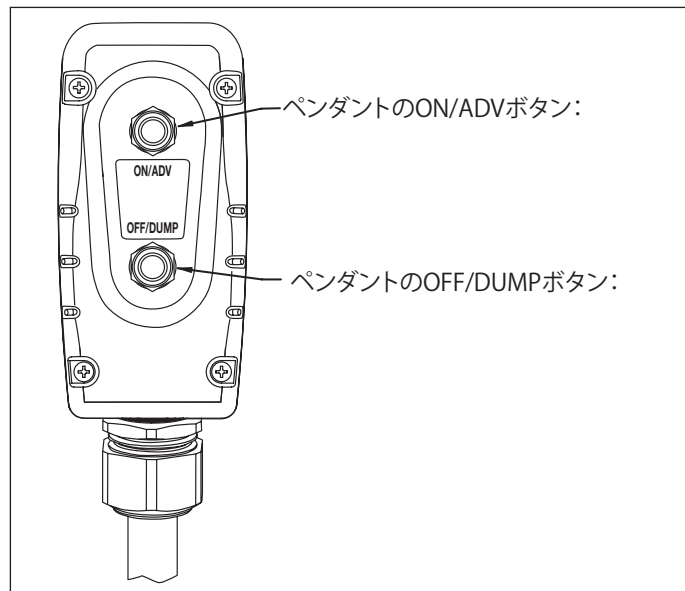

図7 ペンダントのボタン
#### 5.2 ペンダントの操作(図7参照)
5. ポンプを始動するには、ペンダントの「ON/ADV」ボタンを押します。図7を参照してください。モーターが自動的に始動して、レンチが前進を開始します。ボタンを押し下げている間、レンチは前進し続けます。